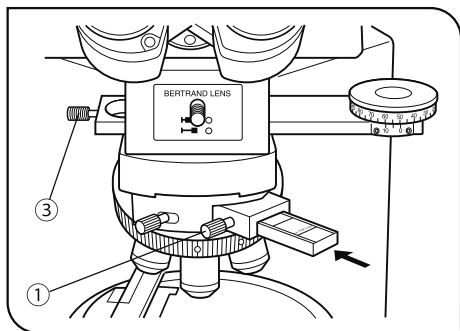

図 10
- 1) 任意のNDフィルター (φ30) を空穴①に、必要に応じて落とし込みます。
- 2) 偏光用回転アナライザー (U-AN360P) ②を挿入し、クリック位置まで押し込みます。
次に、ストッパーつまみ③ (図10) を確実にねじ込みます。
### 検板コンペンセーターの取り付け (図 10)